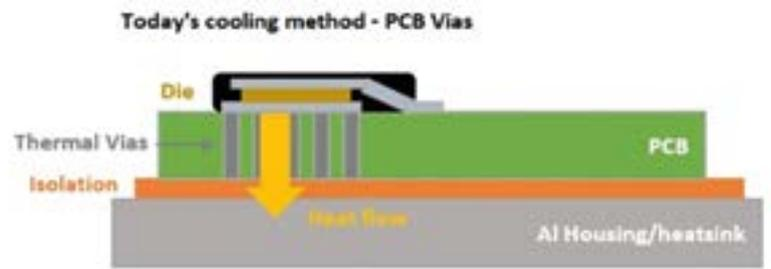

Figura 1. La refrigeración convencional exige que el calor atraviese la placa de circuito impreso hasta un disipador de calor.
nada por un solo subsistema denominado Controlador de Dominio de Conectividad, como muestra la Figura 1.
Los equipos de pruebas como el Siretta SNYPER-LTE Spectrum (EU) ofrecen a los usuarios un analizador de espectros portátil de alto rendimiento que simplifica los estudios sobre el terreno (figura 1). Dirigido a las redes móviles de la UE, el dispositivo viene en un práctico estuche para transportarlo y está perfectamente organizado mediante compartimentos de espuma. Además del analizador de espectros, el kit viene con un cargador de red y de coche para múltiples zonas y cables USB y RF. Incluye dos antenas cortas, una para uso general 4/3/2G y otra específica para 2600 MHz LTE. Una tercera antena direccional permite efectuar mediciones liveSCAN direccionales. Los usuarios tienen que disponer de una SIM activa con capacidad 4G para realizar las mediciones.
Figura 1. El SNYPER-LTE Spectrum proporciona una amplia variedad de datos que facilitan la selección de la antena y la optimización de la ubicación de los equipos inalámbricos móviles.